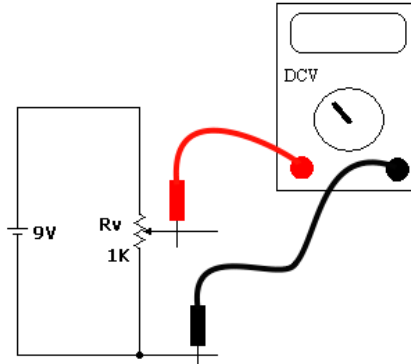
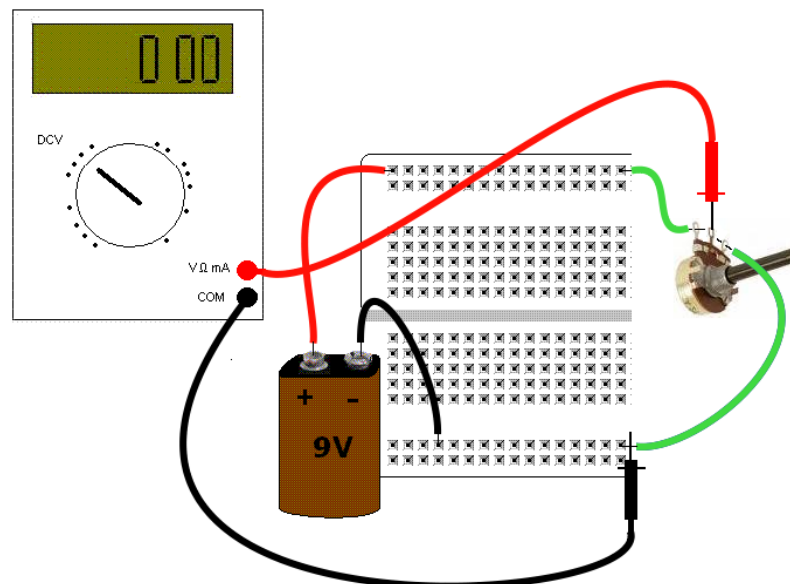

Figura 8 – Divisor de tensão ajustável
Figura 9 – Divisor de tensão ajustável
- 7) Para o circuito da Figura 8, calcule a máxima e a mínima tensão que o instrumento pode ler. Anote na tabela 3.
- 8) Monte o circuito da Figura 8 na MP de acordo com o *layout* sugerido da Figura 9. Meça a tensão entre o cursor do potenciômetro e o terra (polo negativo da bateria) para eixo todo horário e todo anti-horário. Anote os valores medidos na tabela 3.